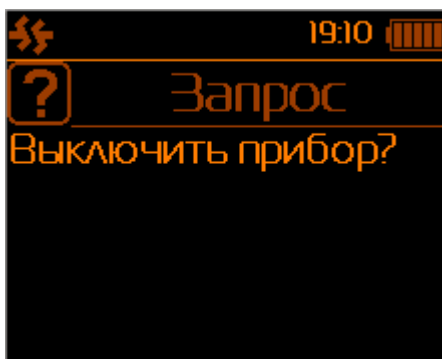

Рис.30 – Запрос на дисплее выключения прибора
**2.8. Выключение прибора** осуществляется нажатием кнопки 11 (Рис.1), при этом на дисплей выводится запрос «Выключить прибор?» (Рис.30).